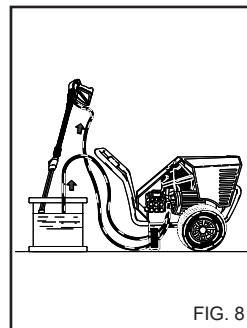

FIG. 8
Etter å ha brukt et vaskemiddel må inntakskretsen for vaskemiddel skylles godt med rent vann, (fig. 8).
- 1) Etter bruk med vaskemiddel må vannsystemet med høyt trykk skylles. La pumpen gå i 1 minutt med doseringskranen lukket igjen. (fig. 8).
4) Etter å ha brukt maskinen med vaskemiddel skyller du oppsugingskretsen: putt oppsugingsrøret (fig. 8) i en beholder med rent vann og la pumpen virke i 1 minutt, og lansen i fasen for utføing av vaskemiddel.